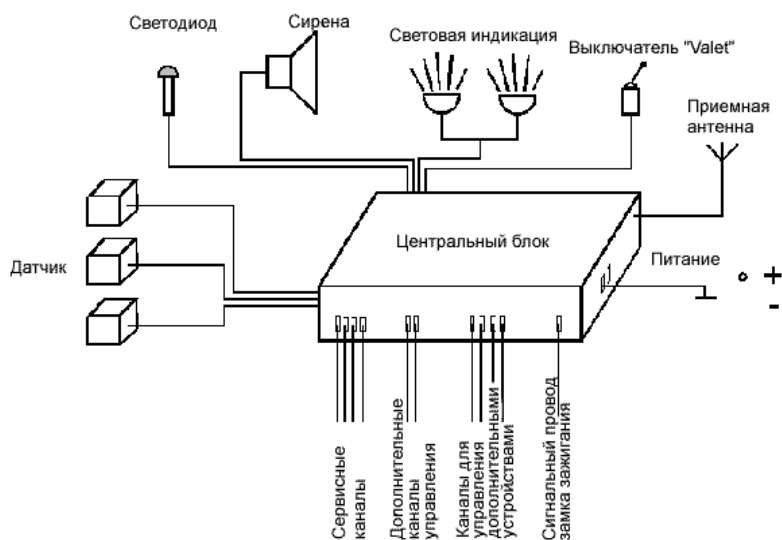

Рис. 3.1. - Обобщенная схема автомобильной сигнализации
1. Разработать схему сигнализации рис.3.1.
В итоге получается структурная схема, как на рис. 3.1.